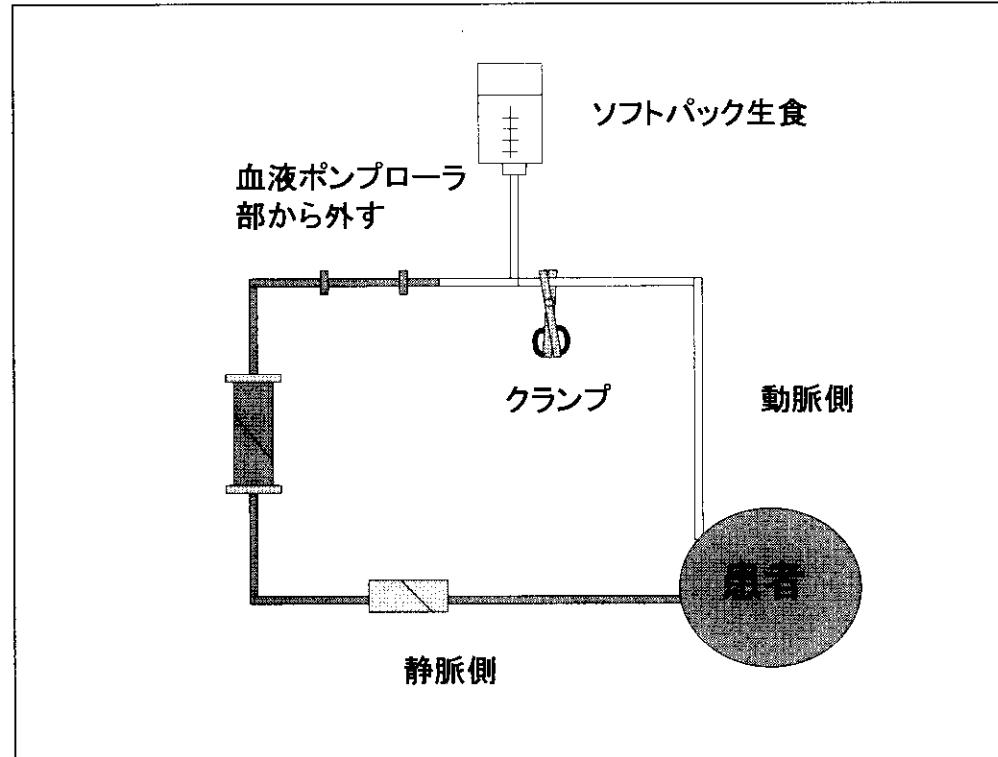

図 12 生食の落差を利用した生食置換返血法⑤
- ポンプセクション部を血液ポンプローラー部から外す（図 12）。